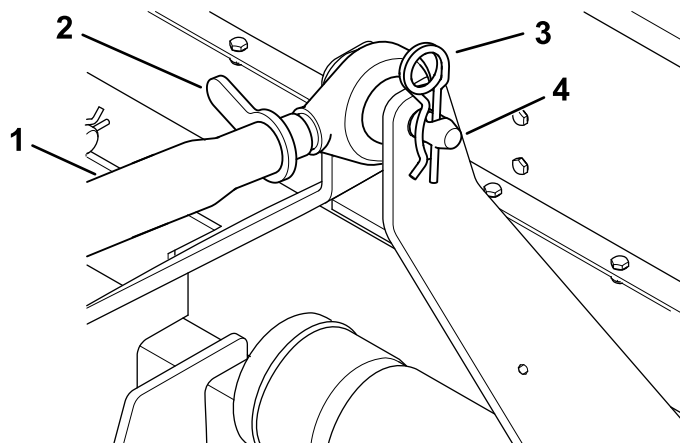

Figure 7
1. Accouplez le bras d'attelage supérieur au support et fixez-le en place avec l'axe d'articulation et la goupille à anneau (Figure 7).